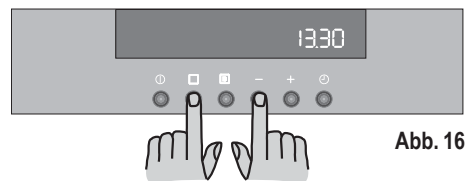

Abb. 16
- Drücken Sie gleichzeitig die Tasten **□** und **—** und halten Sie sie mindestens 3 Sekunden lang gedrückt. Ein kurzer Signalton ertönt und die Anzeige 'SAFE' verschwindet vom Display; der Ofen kann nun wieder benutzt werden (Abb. 16).